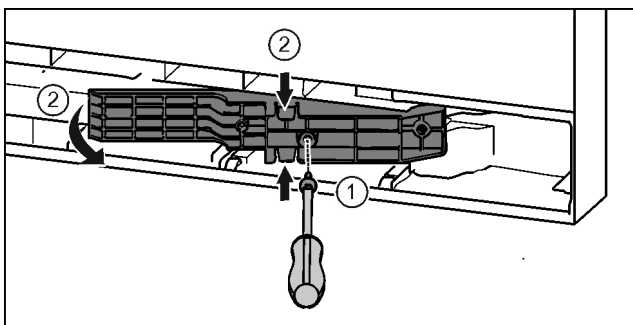

Fig. 20 \*
- ▶ Schroeven met schroevendraaier T15 losdraaien. Fig. 20 (1)\*
- ▶ Adapterstuk eruit trekken. Fig. 20 (2)\*